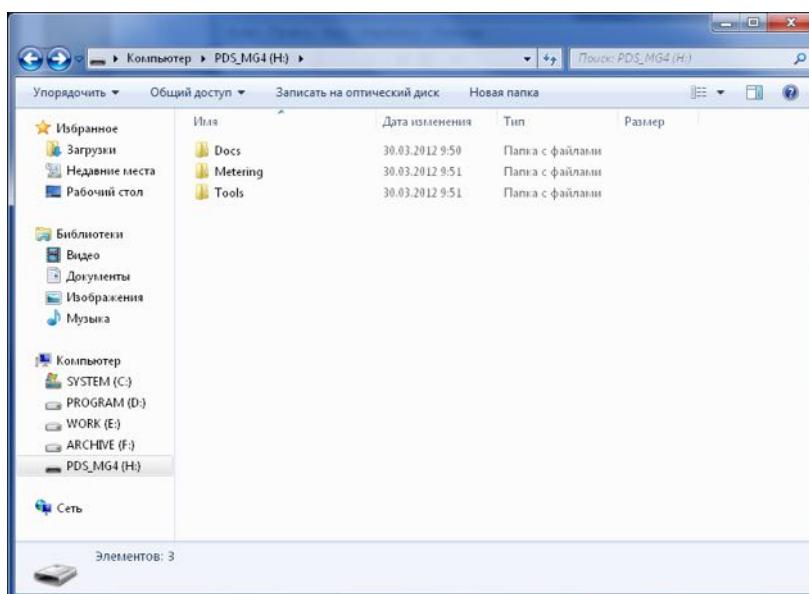

Рисунок 17 - Структура диска PDS_MG4
2.6.4.2 Соедините компьютер и прибор с помощью USB-кабеля, который идёт в комплекте. Операционная система обнаружит новый съемный диск PDS_MG4, который содержит три папки: Docs, Metering, Tools (рисунок 14). В Docs находится документация по работе с прибором. Папка Metering содержит архив прибора — файлы *.ssm (рисунок 17). Программное обеспечение хранится в папке Tools.